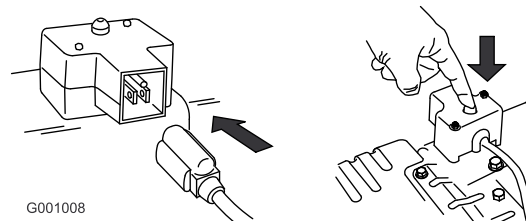

Figure 26
7. Démarrez la déneigeuse à l'aide du lanceur ou du démarreur électrique (Figure 26).